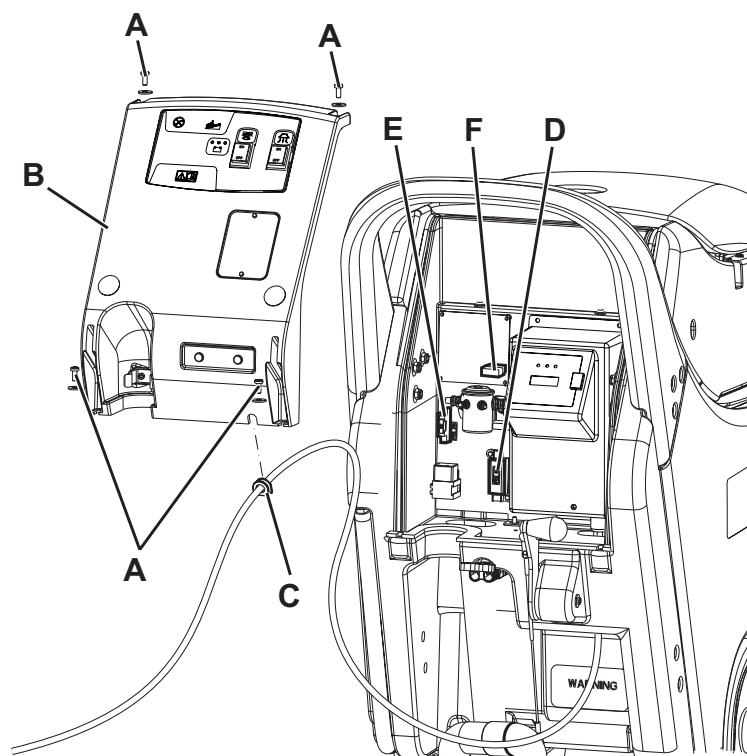

Abbildung 10
1. Batteriestecker (8) trennen.
2. Schmutzwasserablassrohr (11) verschieben.
3. Falls vorhanden, das Kabel des Ladegeräts vom Halter (5) entfernen.
4. Die Schrauben (A, Abb. 10) entfernen und vorsichtig die Platte (B) verschieben, indem man das kleine Gummi (C) aus dem Sitz der Platte (B) entfernt.
- (D) Sicherung F1 (40 A), Bürstenkopf
- (E) Sicherung F2 (30 A), Ansauganlage
- (F) Sicherung F3 (5 A), Platine